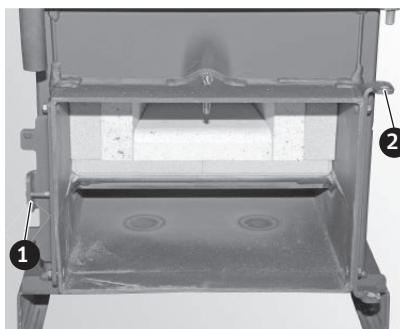

Fig. 21 Porte du cendrier : intervertir le support de porte et le palier de fermeture
- ▶ Dévissez le support de porte et le palier de fermeture du corps de la chaudière et les revissez et les intervertissez – Fig. 20, Fig. 21.